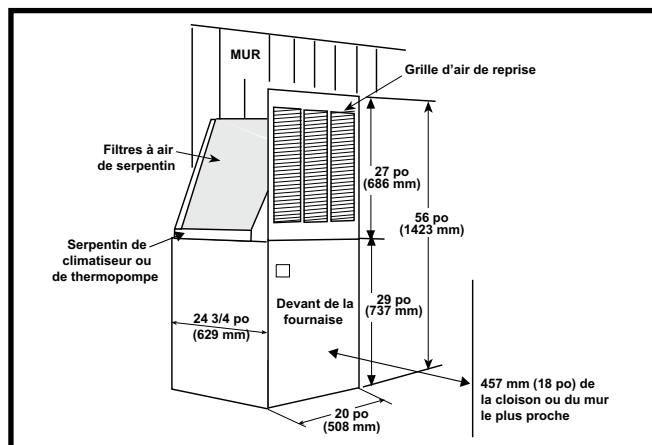

Figure 10. Installation dans une alcôve
1. Découpez les ouvertures brutes de l'alcôve aux dimensions minimales indiquées à la Figure 10 (page 8). **REMARQUE :** La hauteur peut augmenter selon la dimension du boîtier de serpent.